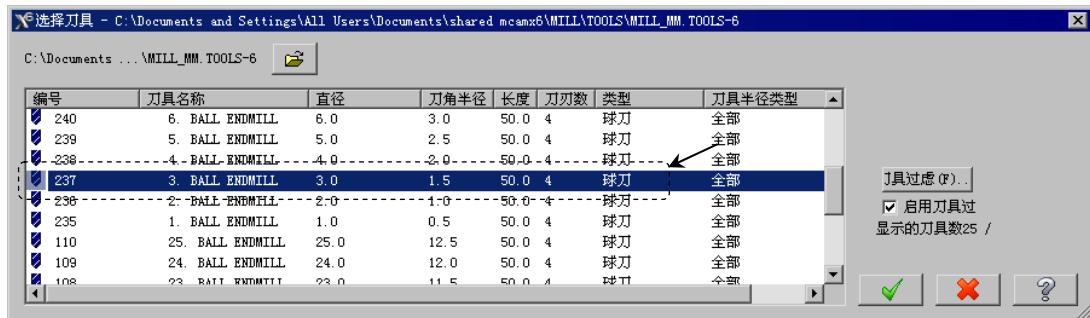

图 4.23 “选择刀具”对话框
(1) 确定刀具类型。在“曲面精加工流线”对话框中单击 **刀具过滤** 按钮, 系统弹出“刀具过滤列表设置”对话框。单击 **刀具类型** 区域中的 **无(N)** 按钮后, 在刀具类型按钮群中单击 (球刀) 按钮。单击 按钮, 关闭“刀具过滤列表设置”对话框, 系统返回至“曲面精加工流线”对话框。
(2) 选择刀具。在“曲面精加工流线”对话框中单击 **选择刀库** 按钮, 系统弹出“选择刀具”对话框, 在该对话框的列表框中选取图 4.23 所示的刀具。单击 按钮, 关闭“选择刀具”对话框, 系统返回至“曲面精加工流线”对话框。